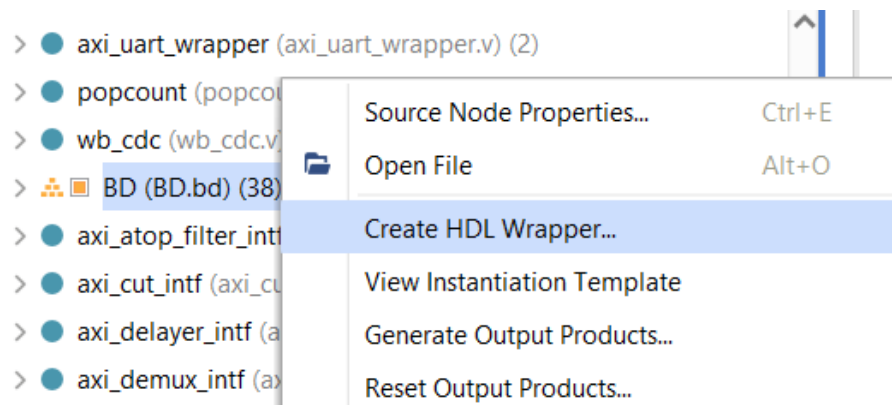

図59 : HDLラッパを作成
**ステップ2：**ブロック設計（BD）で右クリックして、「Create HDL Wrapper」を選択します（図59を参照）。